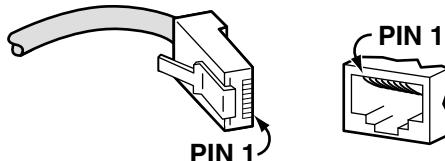
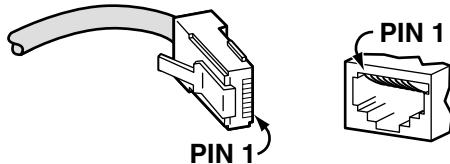

図 A.2.1 : RJ-45 モジュラープラグ (左)、ジャック (右)
図 A.3.3 : 参考情報 : RJ-48 モジュラープラグ (左)、ジャック (右)
- DSU は IS10173 準拠、IS8877 準拠の 2 種類が存在します。IS10173 は PRI のための規格として最近規定されたもので、IS10173 が規定される前は、PRI においても BRI の規格である IS8877 が使用されていました。IS10173 準拠の DSU は RJ48 ジャック（図 A.3.3）を装備し、IS8877 準拠の DSU は RJ45 ジャック（図 A.2.1）を装備しています。IS10173 規格と IS8877 規格は、コネクター形状だけでなく結線も異なっています。
AR021 の BRI ポートは RJ45 モジュラージャックが使用されており、結線は IS8877 に準拠しています。ピン番号は図 A.2.1 をご覧ください。